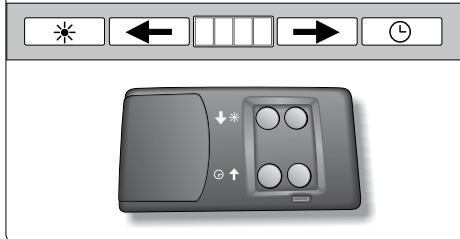

Fig.2
(Fig. 4L - Fig. 2) **Solo per versione filtrante**
- estrarre i 2 filtri carbone ruotandoli (Fig. 2)